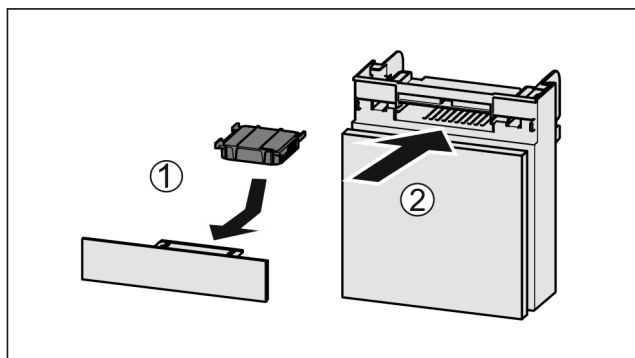

Fig. 84
- ▶ Introduceți Fig. 84 (1) filtrul de cărbune activ după cum se vede în figură.
- ▶ Împingeți Fig. 84 (2) compartimentul în interior.